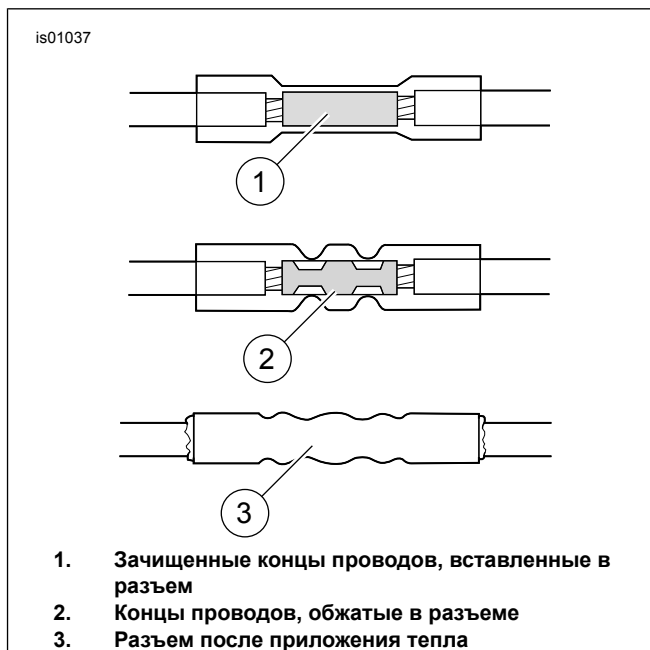

Рисунок 8. Герметичные разъемы соединений
- e. См. Рисунок 8 . Со стороны среза вставьте один оранжево-белый провод в один конец разъема соединения. В другой конец разъема соединения вставьте другой оранжево-белый провод с красным проводом из жгута проводов.
- См. Рисунок 8 . Вставьте оранжево-белый провод (см. шаг 4b) с одного конца герметичного разъема соединения. Вставьте красный провод из жгута проводов переходника с другого конца герметичного разъема соединения.